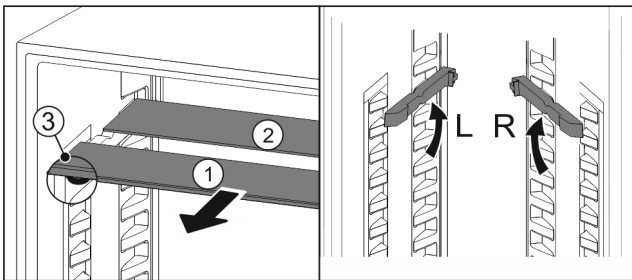

Fig. 196
- Sortir les tablettes par l'avant Fig. 196 (1).
- La tablette en verre Fig. 196 (1) avec bordure décorative est située à l'avant.
- Les butées Fig. 196 (3) sont orientées vers le bas.